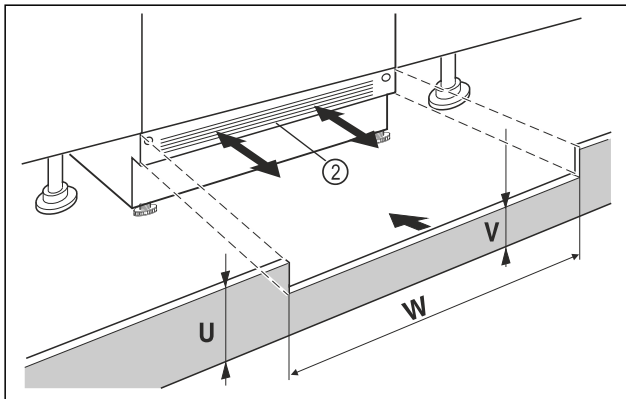

Fig. 16 Beispielhafte Darstellung
- ▶ Gerätesockelblende Fig. 16 (2) aufsetzen aber noch nicht fixieren.
- ▶ Bei sichtbarer Sockelblende Fig. 16 (2), diese so weit nach vorn ziehen, dass Vorderkante Lüftungsgitter und Möbelsockelblende eine Ebene bilden.
- ▶ Bei verdeckter Sockelblende Fig. 16 (2), diese ganz nach hinten schieben.
- ▶ Auf komplett freie Lüftungsschlitze achten: Bei Bedarf Höhe der Möbelsockelblende Fig. 16 (U) zuschneiden!
- ▶ Entlang der Nischenbreite Fig. 16 (W) die Steghöhe Fig. 16 (V) unter der Gerätesockelblende Fig. 16 (2) einpassen.